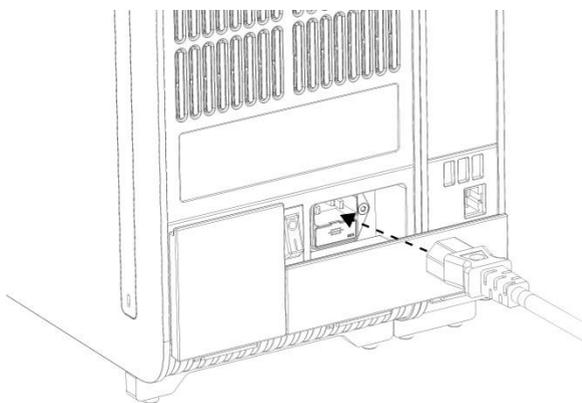

Figura 7. Conectando o cabo de alimentação.
7. Conecte o cabo de alimentação fornecido com o QIAstat-Dx Analyzer 1.0 na parte traseira do Módulo analítico (Figura 7).